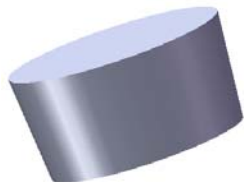
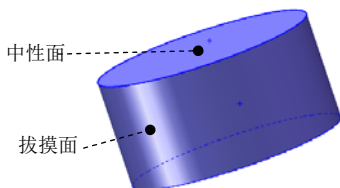

图 3.29.4 拔模 1
图 3.29.5 选取拔模面
Step3. 创建图 3.29.4 所示的零件特征——拔模 1。选择下拉菜单 **插入(I)** → **特征(F)** → **拔模(D)** 命令；在 **拔模类型(T)** 区域的下拉列表中选择 **中性面** 选项；选取图 3.29.5 所示的模型表面作为拔模中性面，选取图 3.29.5 所示的圆柱面作为拔模面，在 **拔模角度(A)** 区域中输入拔模角度值 5.0，调整拔模方向向下；单击对话框中的 按钮，完成拔模 1 的创建。